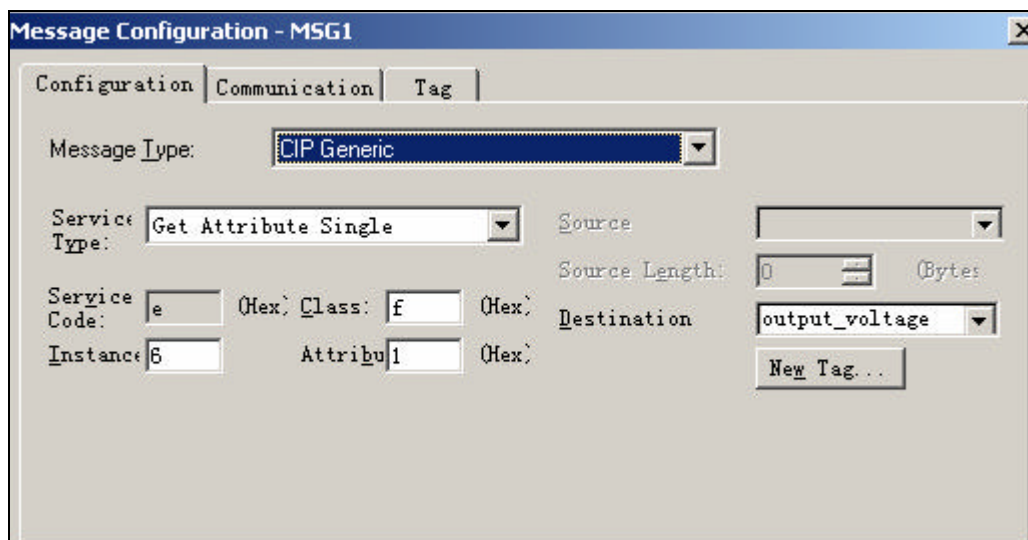

图 4-48 MSG1 的显性信息配置
47. 点击 MSG1 的  按钮，出现显性信息的配置。按照步骤 35 填写即可，应注意的是我们要读取参数，需在 Service type 中选择 Get Attribute Single，Destination 是保存读取出的变频器参数的地址，如图 4-48 所示。